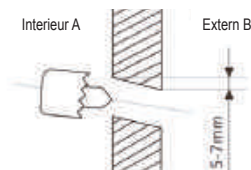

Fig. 12 -
5. Boor een gat van $\varnothing 65\text{ mm}$ (of $\varnothing 90\text{ mm}$ afhankelijk van het model) in de wand ("Fig. 12 -"), met een lichte neerwaartse helling naar buiten toe. Begin hierbij aan één kant van de muur (A) en eindig aan de andere kant (B), om te voorkomen dat de muur zelf abnormaal beschadigd wordt.